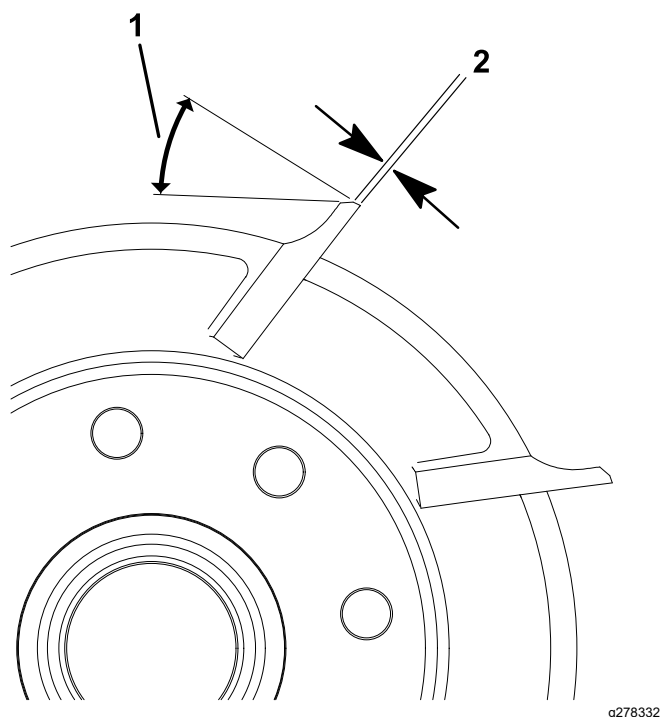

図 27
1. 全部のリール刃に 30° の角度で2番削りを行って、ランド部の幅を 0.8 mm にしてください 図 27。